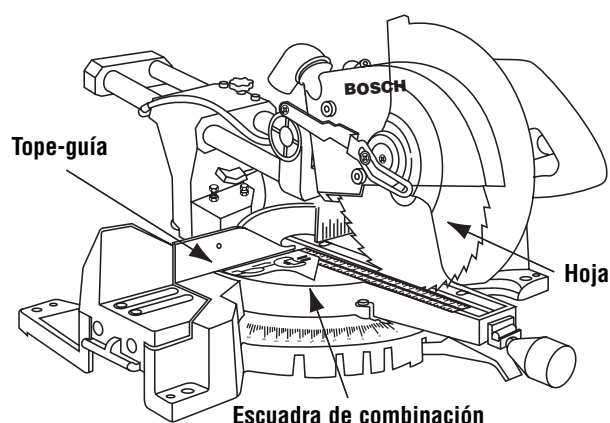

Figura 10. Hoja en ángulo recto con el tope-guía
2. Baje el ensamblaje del cabezal, tire del pasador de fijación hacia afuera, gírelo 90° y gírelo para fijarlo en la posición inferior. Asegúrese de que la mesa esté en el retén de 0° y apriete el pomo de fijación de inglete. Coloque una escuadra de combinación contra el tope-guía y junto a la hoja tal como se ilustra. Sitúe la escuadra adecuadamente para que no haga contacto con el diente de la hoja de sierra. La hoja de sierra debe hacer contacto con toda la longitud de la escuadra (Figura 10).